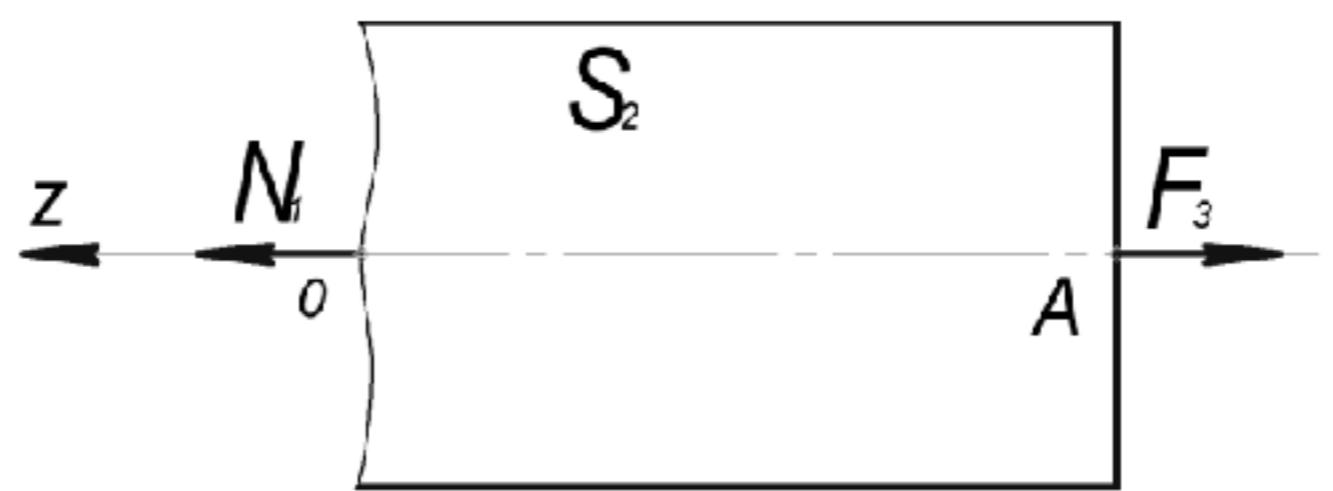

Рисунок 1.2
Участок 1 (AB). Рассечём, мысленно, стержень в местах, где необходимо определить значения внутренних усилий и внутренних напряжений. Одну из частей (левую) отбросим (рис. 1.2), а для оставшейся составим уравнение равновесия $\sum F_i = N_1 - F_3 = 0$, заменив